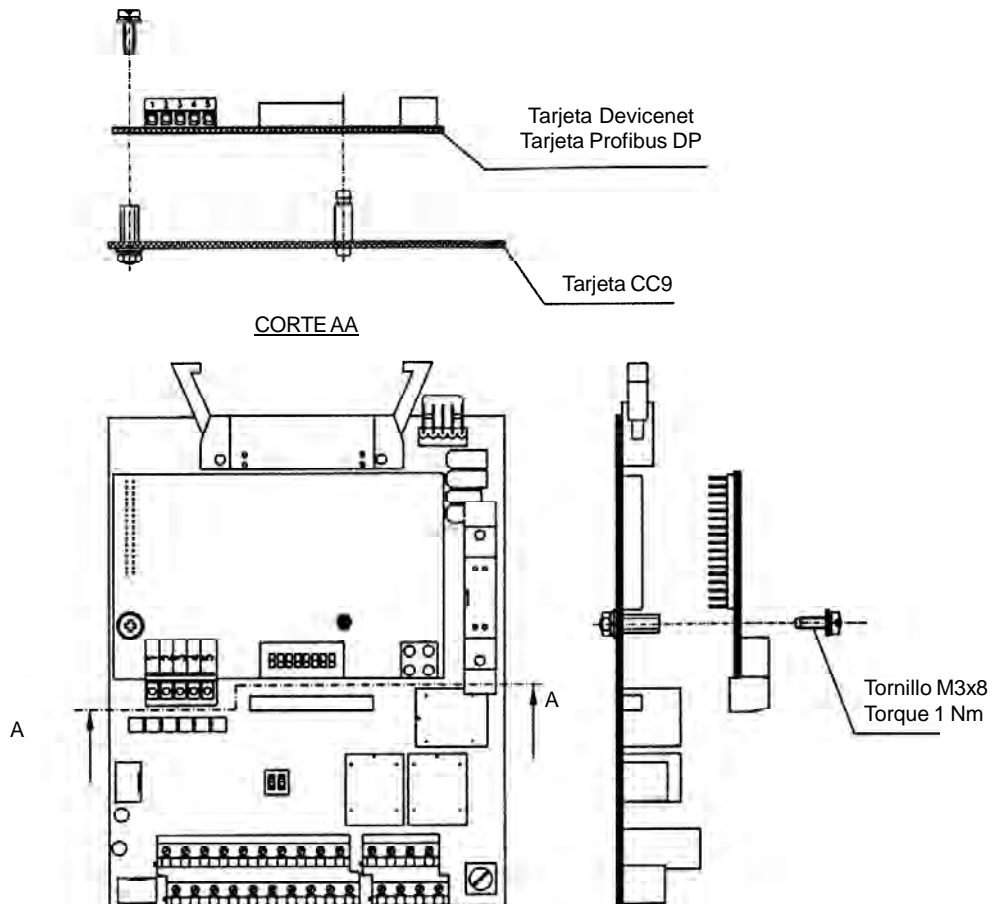

Figura 8.35 - Instalación de la tarjeta electrónica del Fieldbus
2. Encajar cuidadosamente el conector barra de terminales de la tarjeta electrónica del Fieldbus en el conector hembra XC140 de la tarjeta de control CC9. Verificar la exacta coincidencia de todos los terminales' del conector XC140 (figura 8.35).